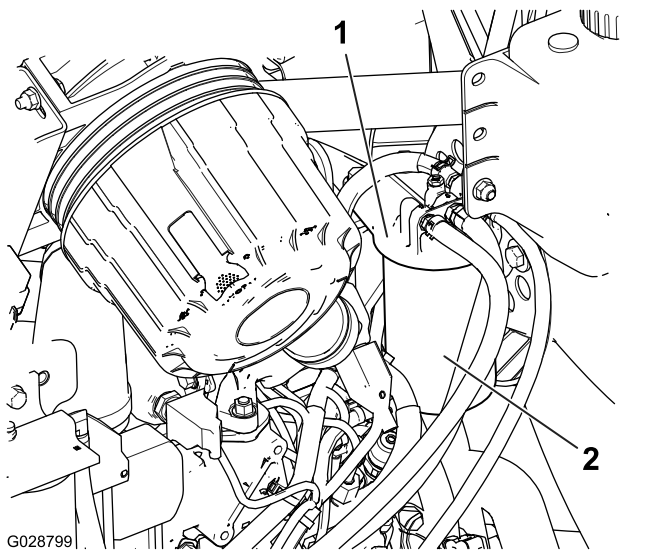

图 45
1. 清理燃油滤清器头附近的区域图 45。
2. 拆下滤清器并清洁滤清器头安装面图 45。